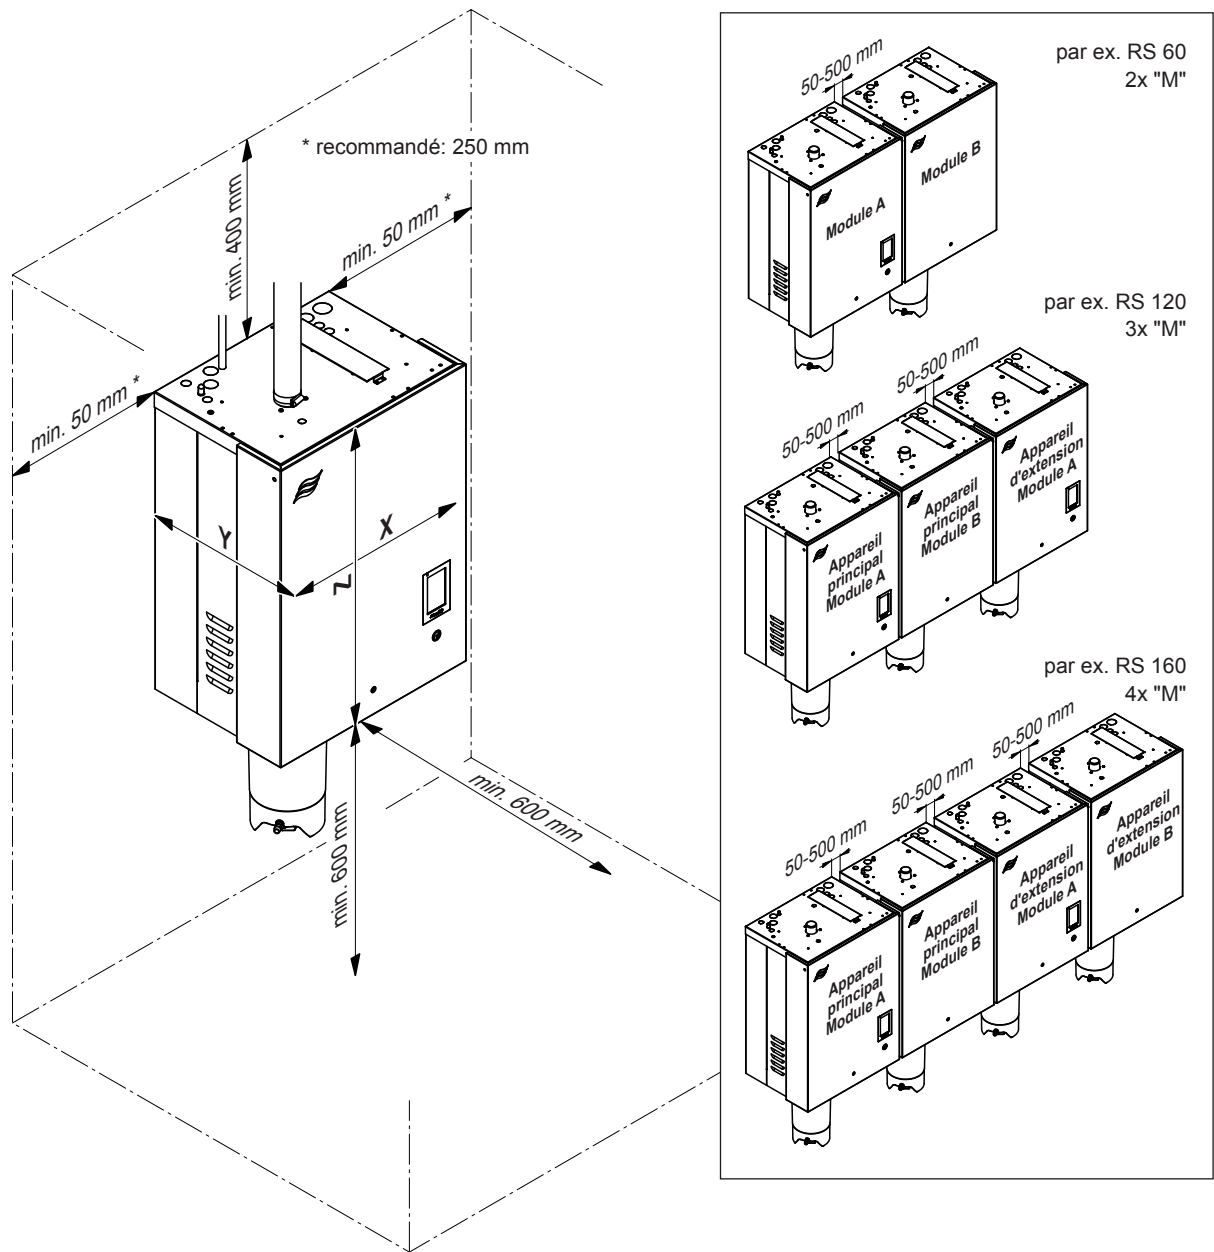

Fig. 10: Distances à respecter
- Placer l'humidificateur d'air à vapeur de telle sorte **qu'il soit bien accessible** et qu'il y ait suffisamment de place pour faire la maintenance. Les **distances minimales** conformément à la Fig. 10 **doivent être respectées**.
- Pour que les câbles livrés puissent être utilisés avec des appareils doubles et systèmes réseau d'appareils, les différents appareils doivent être montés dans l'ordre indiqué, à la même hauteur et avec une distance de min. 50 mm à max. 500 mm entre chaque appareil (voir Fig. 10).